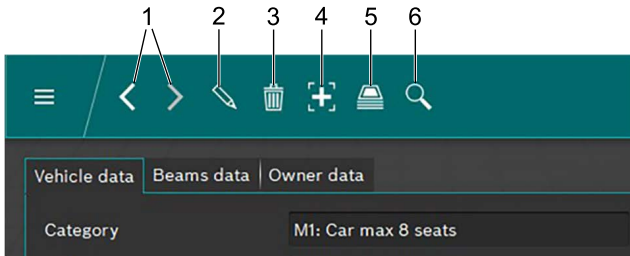

Fig. 83: Barra de menú
Las dos flechas (Fig. 83 / 1) permiten navegar entre los registros de datos disponibles.
Cuando en la pantalla se muestra un registro de datos existente, este se puede editar haciendo clic en el botón  (Fig. 83 / 2). Después de hacer clic en el botón , el símbolo del botón cambia a un disquete. Una vez editado el registro de datos, este se debe guardar haciendo clic en el símbolo del disquete.
Un registro de datos mostrado en la ventana se puede borrar haciendo clic en el botón "Papelera de reciclaje" (Fig. 83 / 3).
Haciendo clic en el botón "Archivo" (Fig. 83 / 5), acceder al archivo de registro de datos („6.13 Archivo“).
Después de un clic en el botón "Buscar" (Fig. 83 / 6) aparece la función de búsqueda. Aquí es posible buscar registros de datos por medio de varias opciones de búsqueda („6.12.2 Buscar registro de datos por vehículo“ y „6.12.3 Buscar registro de datos por titular del vehículo“).
1. Hacer clic en el botón  (Fig. 83 / 4).
En la barra de menú hacer clic en el botón **Buscar**  (Fig. 83 / 6). Se abre una ventana de búsqueda.
Solo es posible borrar el registro de datos mostrado haciendo clic en el botón **Borrar datos** (Fig. 83 / 3).
! Después de hacer clic en el botón **Borrar datos** (Fig. 83 / 3), el registro de datos se borra de forma irreversible.
Para acceder a los resultados archivados de las pruebas de los vehículos, hacer clic en la barra de menú en el icono de la pila de papel (Fig. 83 / 5). Una lista con todas las pruebas de vehículos archivadas. Aparece véase „6.13 Archivo“.